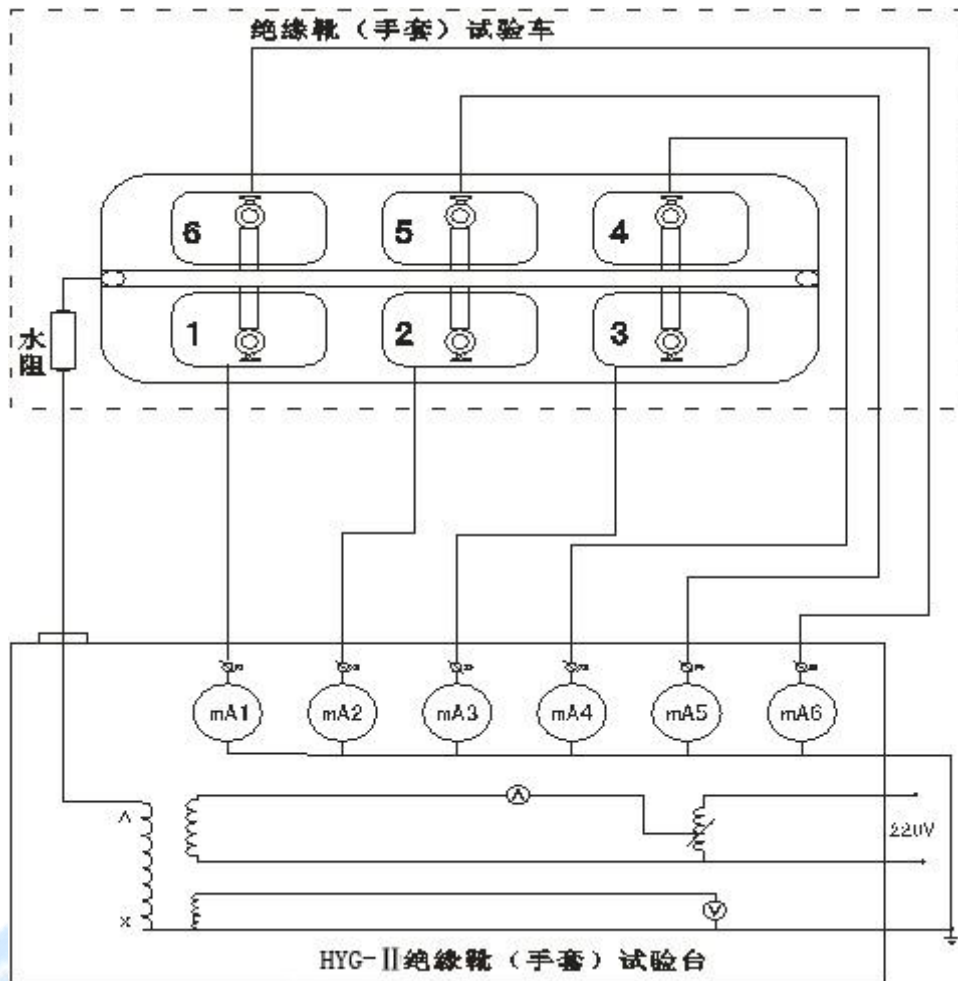
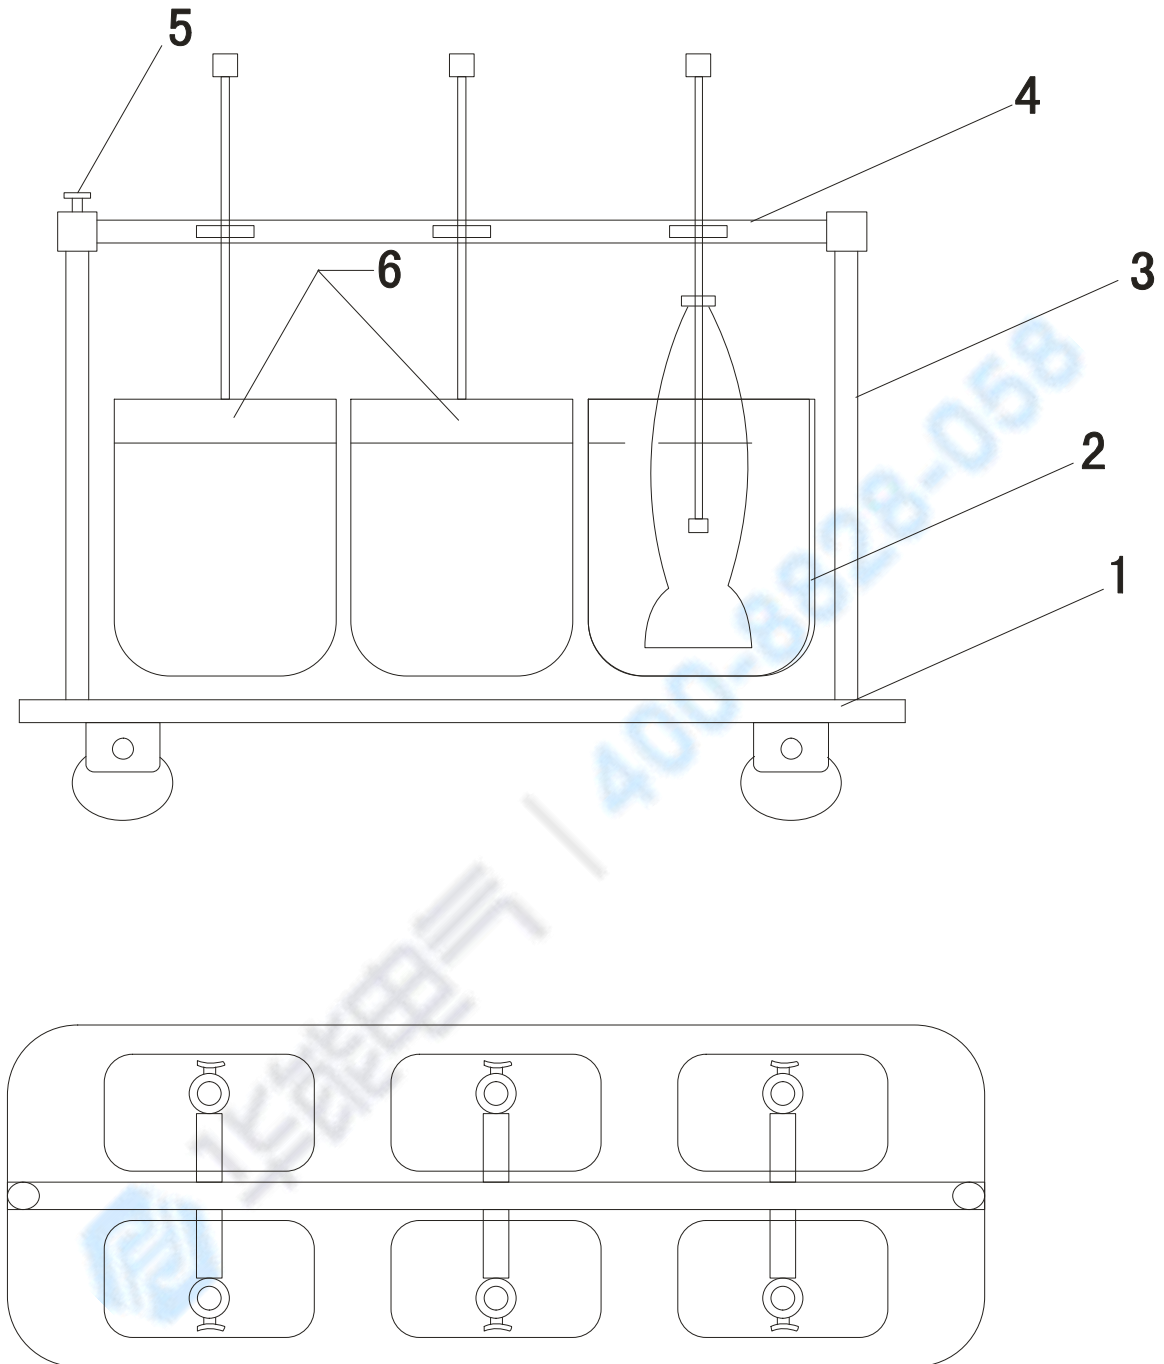
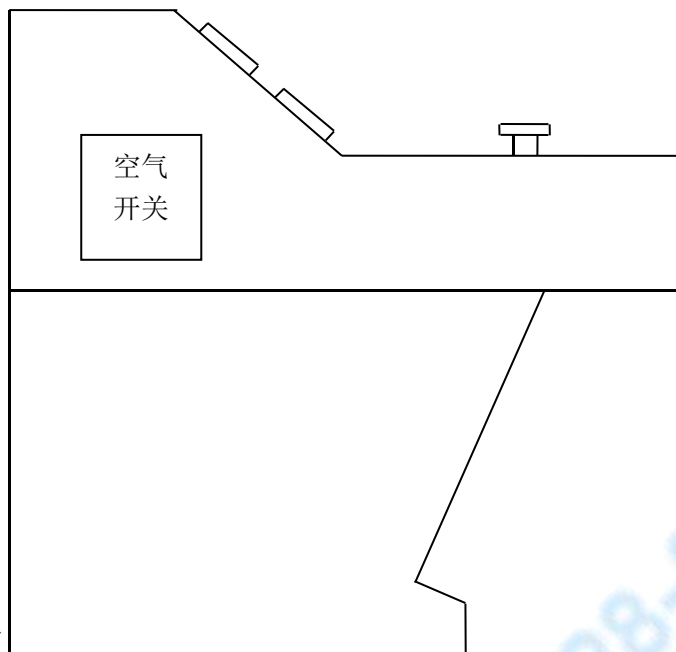

图 1：成套使用接线图
图 2
图 3
接入 0~220V 电源，调节工频耐压试验台，根据试验变压器的电磁感应原理，使变压器产生 0~30KV 工频高压至各电极，使手套（绝缘靴）获得规定的试验电压。根据手套（绝缘靴）试验规程，读取、纪录测试参数。成套使用接线图见图 1（毫安表六块）
手套（绝缘靴）试验车装置见图 2，手套（绝缘靴）试验台外形见图 3。
1. 使用前根据图 2 将绝缘撑(3)安装在移动托架(1)上,再将电极杆支撑(4)两端插入绝缘撑杆(3)内,最后将电极杆依次装在电极支撑内。
3. 按图 1、图 2 将水阻的一端与手套(绝缘靴)试验车上的高压输入螺母(7)相连,另一端用 35KV 高压电缆由手套(绝缘靴)试验台的高压出线口引至手套(绝缘靴)试验台内试验变压器高压输出端 A,将盛水槽 1-6 上的泄漏测量接线端与手套(绝缘靴)试验台上的接线端 X1-X6 一一对应相连。